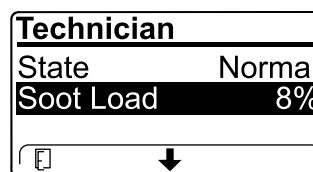

Figure 40
- Affichez la charge de suie mesurée dans le FAP sous forme d'un pourcentage (Figure 40) ; voir le tableau de charge de suie.